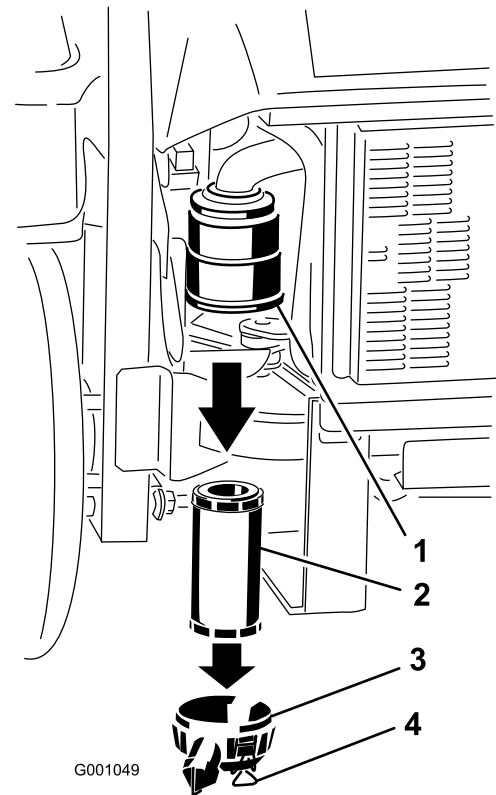

Figura 27
3. Abra los cierres del limpiador de aire y tire de la tapa del limpiador de aire para separarla de la carcasa del limpiador de aire (Figura 27).
5. Extraiga con cuidado el filtro de la carcasa del limpiador de aire (Figura 27). Evite golpear el filtro contra el lado de la carcasa.